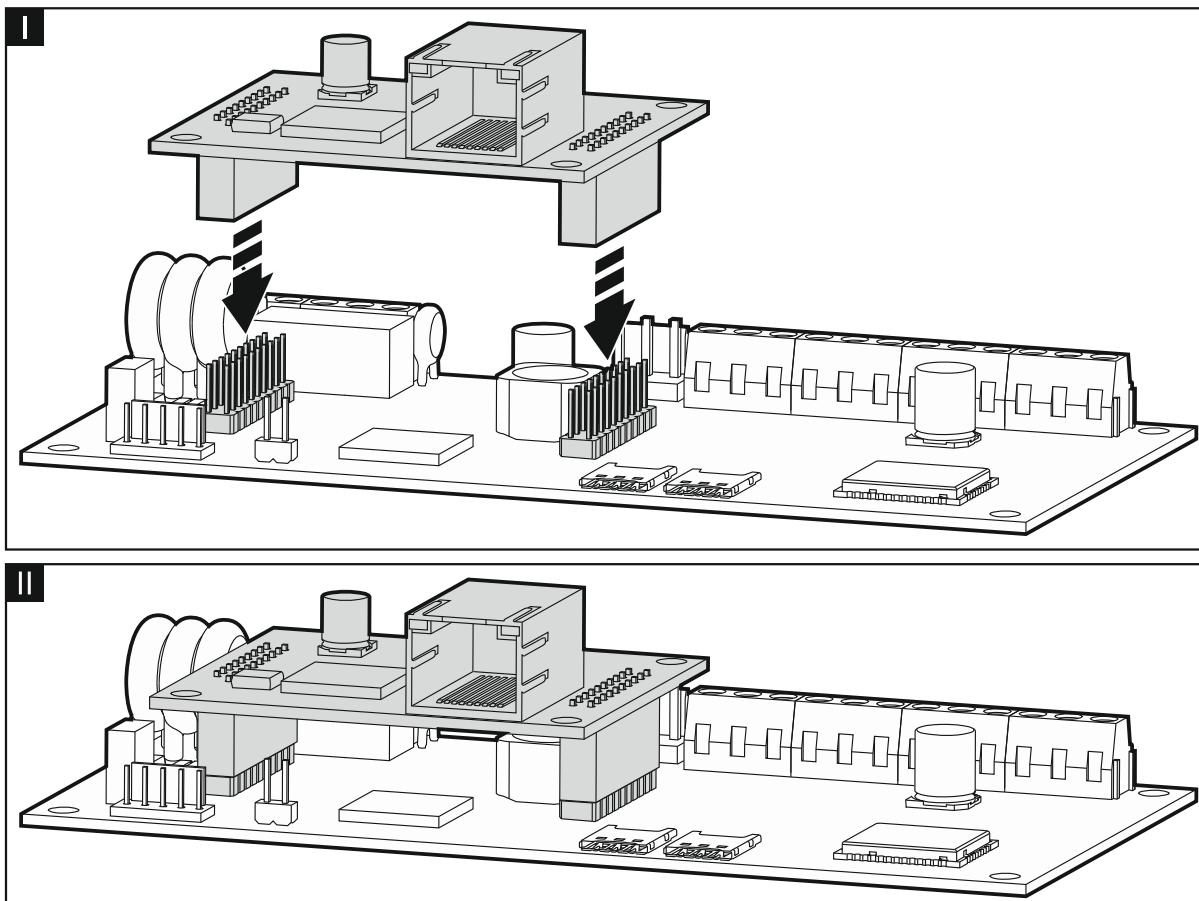

Рис. 8. Установка модуля GSM-X-ETH на плате модуля GSM-X.
- Установите модуль GSM-X-ETH в разъемы на плате модуля GSM-X (рис. 8).